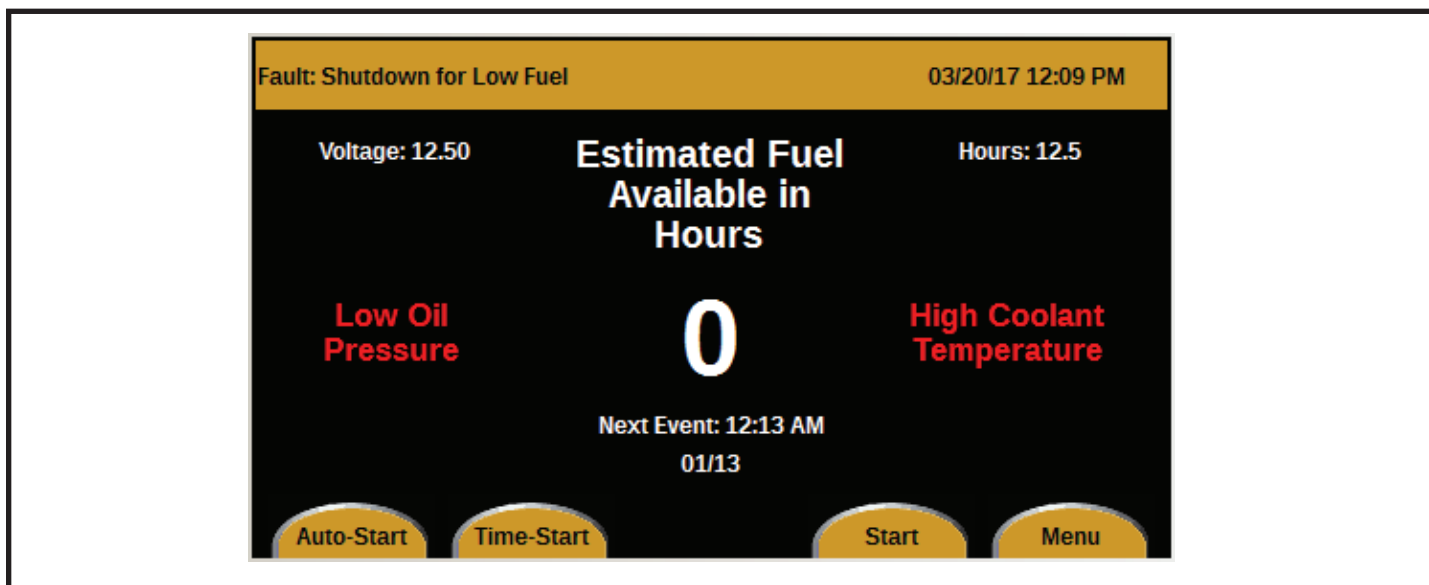

Figure 3
2. Appuyer sur la flèche BAS trois fois pour surligner Fuel Hours (Temps de consommation de carburant). Appuyer sur le bouton Enter (Entrer). L'écran Fuel Hours (Temps de consommation de carburant) apparaîtra (voir Figure 3).